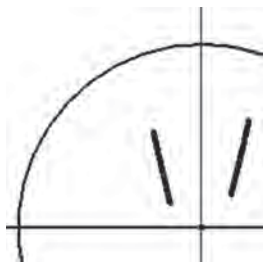

Рис. 17
- Выбираем команду «Отрезок» и располагаем два *отрезка* внутри *дуги окружности произвольным* образом (рис. 17).